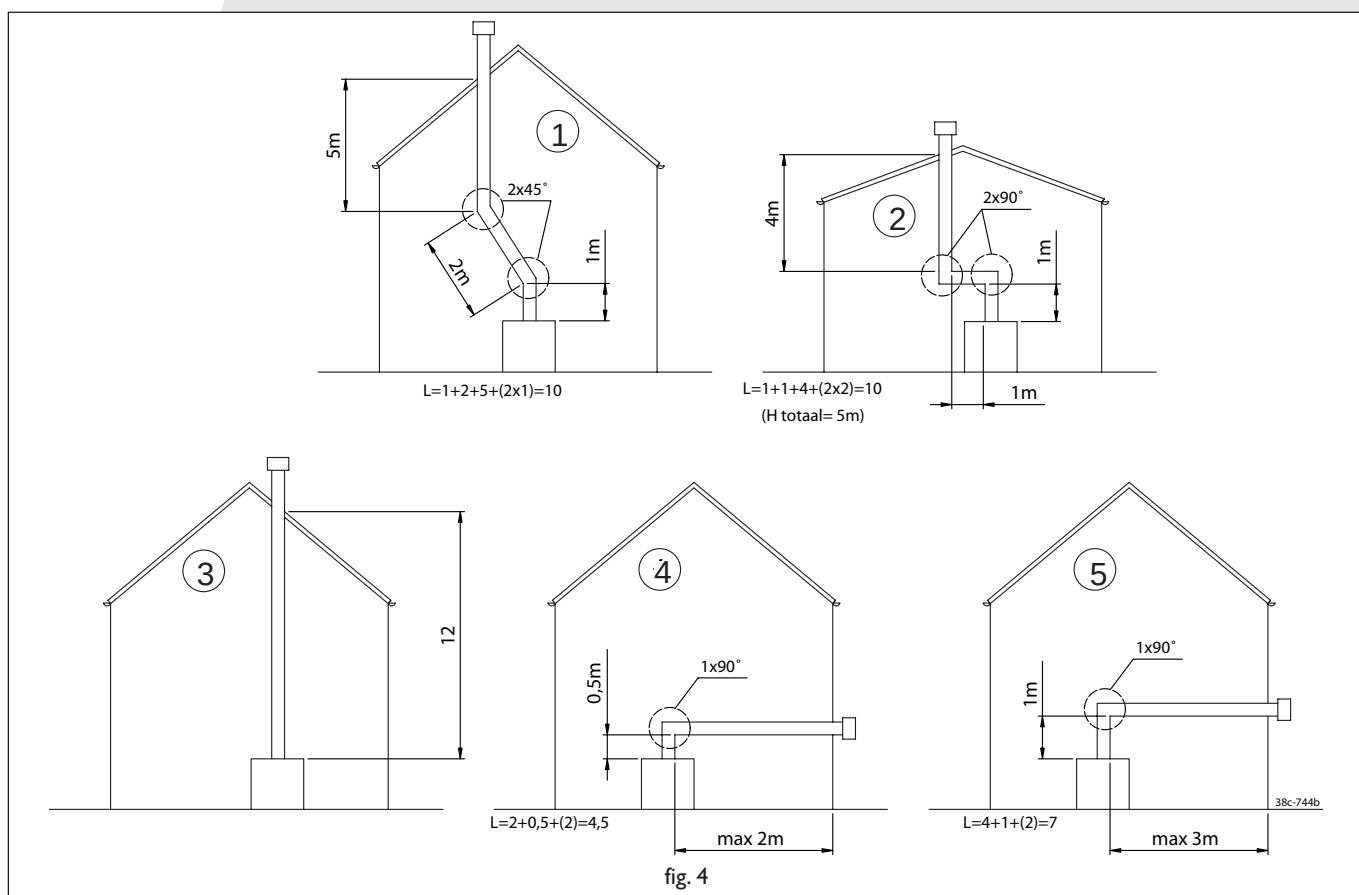

fig. 4
Aansluitmogelijkheden (fig. 4)
- altijd eerst 1 meter pijp verticaal plaatsen, behalve fig. 4, voorbeeld 4.
- Reken voor een 90° bocht 2 meter en voor een 45° bocht 1 meter. De lengte van de gevel- of dakdoorvoer hoeft niet te worden meegerekend. De maximale totale lengte is de som van de buislengte plus de vervangende lengte voor de bochten (zie de 5 voorbeelden in fig. 4). De dakdoorvoerset, luchtaanvoer / rookgasafvoer, de concentrische pijp en bochten worden per stuk verpakt en compleet geleverd met een klemband voorzien van afdichting. Tevens is een pan- of plakplaat verkrijgbaar voor doorvoer door resp. een schuin of een plat dak.